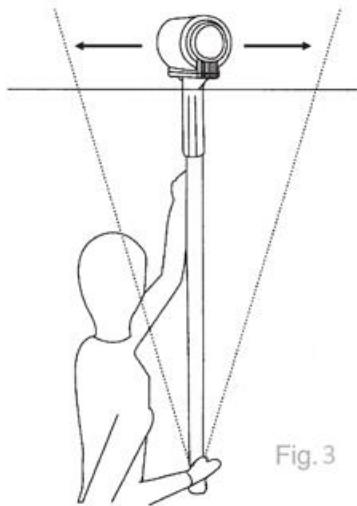

Fig. 3
- 4.Achten Sie bei der Verwendung der Stange immer darauf, dass Sie sich direkt unter dem Gewicht der Walze befinden (Abb. 3).